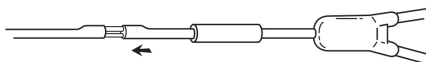

Fig. 4
4. Insertar la cánula metálica pequeña en la luz pequeña del extremo del catéter (Fig. 4).